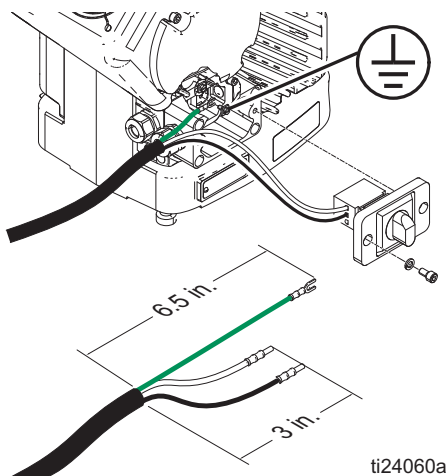

FIG. 2 : Cordon d'alimentation
- Ajouter au besoin des embouts de fil. Voir FIG. 2.